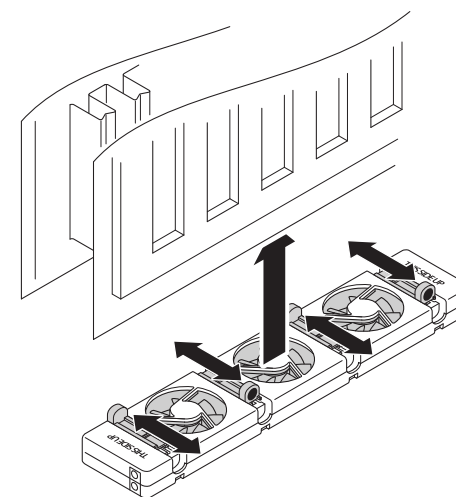

Fig. 4 – Installation du SpeedComfort (A) entre les panneaux du radiateur.
Pour les radiateurs longs, vous pouvez connecter des **SpeedComfort** (A) supplémentaires à l'aide des **câbles de liaison** de 30 cm (G) (voir Fig. 4).
- Branchez les **câbles de liaison** (G) entre les **SpeedComfort** (A) afin de former un ensemble continu.
- Plusieurs **SpeedComfort** (A) peuvent être alimentés par un seul **adaptateur secteur** (D), avec un maximum de cinq unités par adaptateur.
- Des **câbles de liaison** de 30 cm (G) sont fournis en standard.
- Si nécessaire, des **câbles de liaison** plus longs de 60 cm (H) et de 120 cm (I)